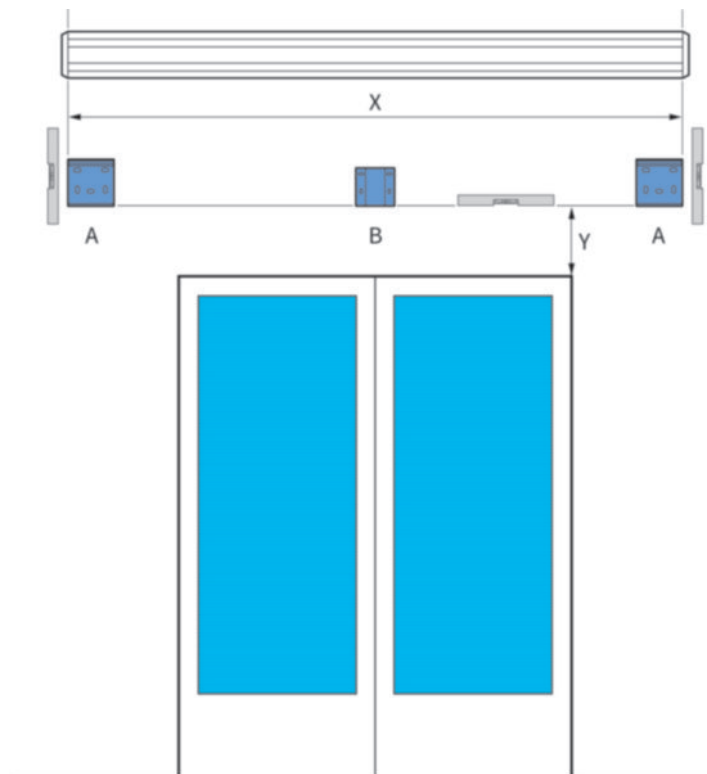

fig. 1.1 Placering av vägg och mittkonsoler
Markera hålen för väggkonsolerna (A) och ev. mittkonsol (B) på väggen. Konsolerna måste sitta exakt horisontellt så ett löppass eller laserpass bör användas, se fig 1.1
2. Mät in profilerna noga på väggen, placeringe avgörs av måttet X (produktmått -50 mm) som avser ytterkant den påmonterade konsolen, ej profilen, **se fig 1.1 på sid 4**. Profilerna måste vara vertikalt raka och horisontellt raka i relation till varandra, använd helst laserpass. Monteras profilen på tegel måste borrhålen hamna mitt i sten.
2. Måttin vinklarna i taket och måttet mellan monterade konsolernas ytterkant skall vara produktdimension X - 50 mm, se fig 1.1 på sid 4.